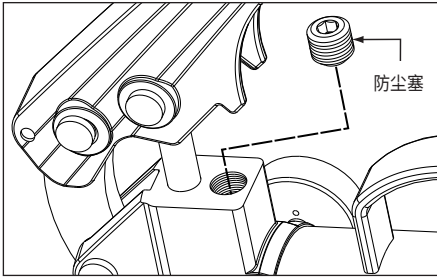

图 12, 溢流阀 (P-18 和 P-39)
2. 仅型号 P-84: 在泵的油口“A”安装一个 0-1000 bar [0-15,000 psi] 压力表。在泵的油口“B”安装一个堵头。把控制阀手柄移动到位置 (A)。
- 在型号 P-18 和 P-39 上, 溢流阀位于泵头的顶部。见图 12。